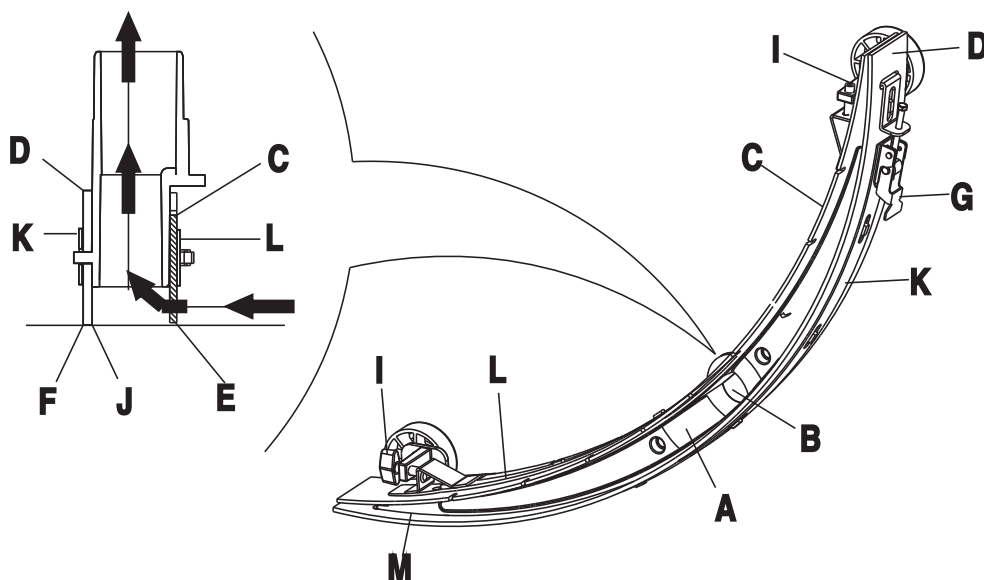

FIGURA 15
2. Presione el interruptor de encendido (41) en la posición "O" para apagar la máquina.
3. Afloje las perillas de la escobilla (16); quite la manguera de aspiración del conjunto de la escobilla y quite la escobilla.
4. Use el mango de elevación de la escobilla (14) para levantar el soporte de montaje de la escobilla.
5. Utilizando un paño húmedo, limpie la escobilla (Figura 15). Limpie, en particular la ranura (A, Figura 15) y la suciedad y fragmentos en el tubo de aspiración. Compruebe si las hojas de la escobilla delantera (C) y trasera (D) están intactas, y si hay bordes rotos y grietas. Reemplace si es necesario (consulte los pasos de la siguiente sección).
1. Seguir los métodos relacionados en el apartado anterior limpiar la escobilla (Figura 15)
2. Compruebe el borde (E, Figura 15) de la hoja de la escobilla delantera y el borde (F) de la hoja de la escobilla trasera (D). En toda la longitud, que deben estar al mismo nivel. De lo contrario, ajuste su altura mediante el siguiente procedimiento.
- Suelte el estribo (G) para que la hoja de la escobilla trasera (D) se separe del soporte (M) para el ajuste de la posición de la escobilla. Después del ajuste, bloquear la presilla nuevamente.
- Afloje el tornillo del mango (I) para ajustar la hoja de la escobilla delantera (C); apriete el tornillo del mango después del ajuste.
3. Compruebe si las hojas de la escobilla delantera (C) y trasera (D) están intactas, y si hay bordes rotos y grietas. Si se encuentra algún daño, cámbielas de la siguiente manera. Si el borde delantero de la hoja de la escobilla trasera (J) se ha desgastado, se puede dar vuelta boca abajo y volver a instalar (se requiere que el borde superior que está intacto). Si el borde superior también está desgastado, cámbielo mediante el siguiente procedimiento:
- Suelte la presilla (G) para que la hoja de presión se separe del soporte (M), quítate la barra de presillas (K), y luego cambie o gire la escobilla trasera (D) en posición invertida. Vuelva a instalar la hoja de la escobilla trasera en el orden inverso al de quitársela.
- Afloje el tornillo del mango (I) y quite la barra de presillas delantera (L), y luego cambie la escobilla delantera (C). Vuelva a instalar la hoja de la escobilla delantera en el orden inverso al de quitársela. Después de cambiar la hoja de la escobilla, ajustar el nivel de las hojas de la escobilla delantera y trasera mediante los procedimientos descritos anteriormente.
4. Conecte el tubo de aspiración (11) a la entrada de la escobilla.
6. Si es necesario, ajuste la escobilla girando la perilla de ajuste (20) (consulte los procedimientos para ajustar el balance de la escobilla).